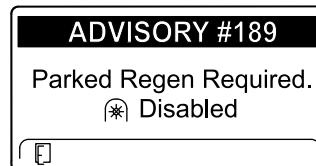

Figura 67
- Se non eseguite una rigenerazione parcheggiata entro 2 ore, l'InfoCenter visualizza il messaggio di richiesta della rigenerazione parcheggiata e di disabilitazione della presa di forza ADVISORY #189 (Figura 67).